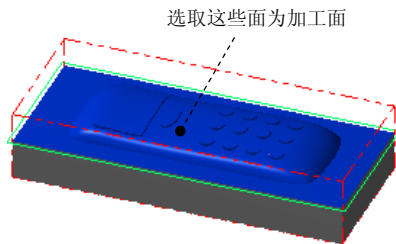

图 24.24 选取加工面
Step2. 选取加工面。在图形区中选取图 24.24 所示的曲面，然后按 Enter 键，系统弹出“刀具路径的曲面选取”对话框。单击  按钮，系统弹出“曲面精加工交线清角”对话框。
(1) 确定刀具类型。在“曲面精加工交线清角”对话框中，单击  按钮，系统弹出“刀具过滤列表设置”对话框。单击  区域中的  按钮后，在刀具类型按钮群中单击  (圆鼻刀) 按钮。单击  按钮，关闭“刀具过滤列表设置”对话框，系统返回至“曲面精加工交线清角”对话框。